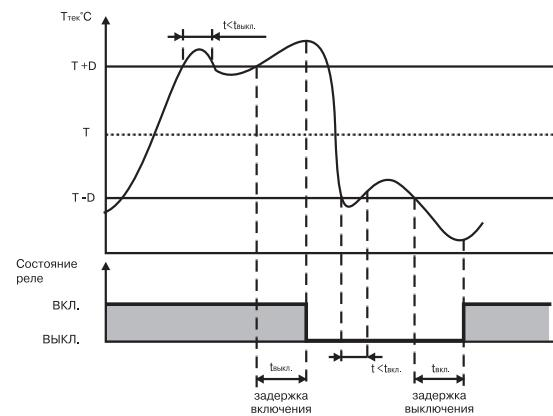

Рис. 10
3.1.4.1.2. Для ЛУ, работающего в режиме устройства сравнения может быть задано время задержки включения и время задержки выключения. ЛУ включает или выключает выходное устройство, если условие, вызывающее изменение состояния, сохраняется, как минимум, в течение времени, установленного в параметрах A1-3 и A1-4 соответственно (рис. 10).